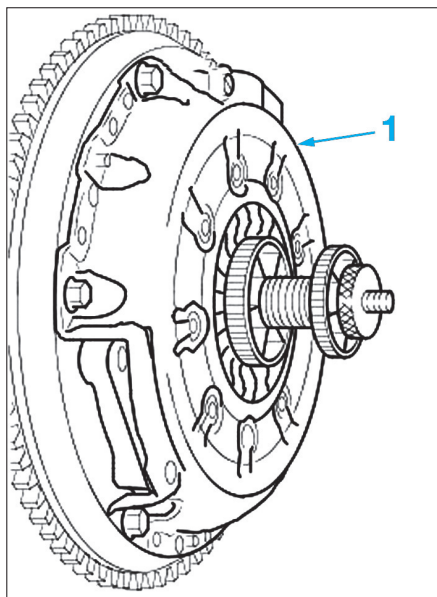

Fig. 3
- Placer le plateau de pression d'embrayage avec l'outil [1] et le disque (1) centré sur les goupilles de centrage du volant moteur (Fig.3).